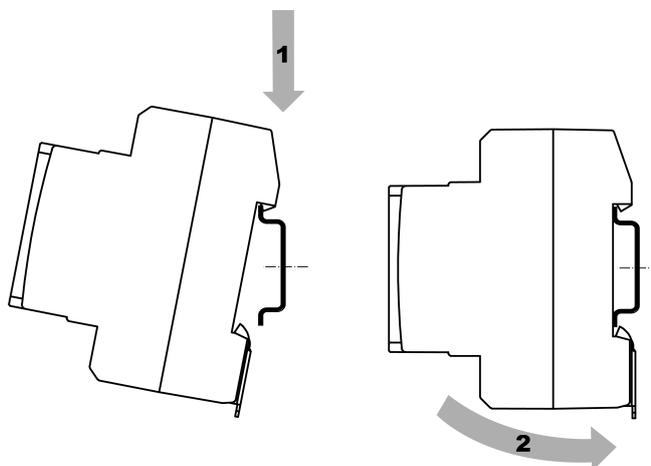

Рисунок 4.1 – Монтаж на DIN-рейку
2. Установить розетку верхним зацепом на DIN-рейку и надавить вниз (см. рисунок 4.1, стрелка 1).
3. Прижать розетку к DIN-рейке до щелчка (см. рисунок 4.1, стрелка 2).